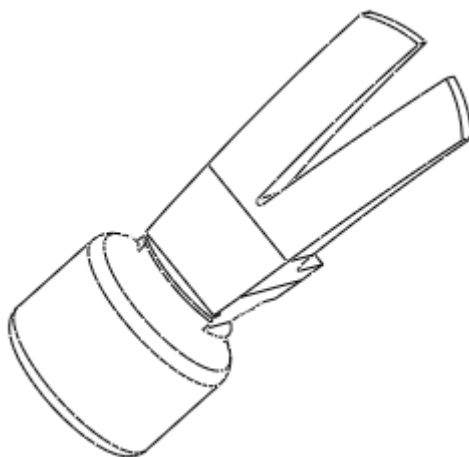

图 40-33
- (1) 单击菜单【编辑】 【特征操作】 【复制】 【镜像】|【选取】|【从属】|【完成】选项。
- (2) 在模型树中选择步骤 11 建立的拉伸切剪特征,单击【选取特征】菜单中的【完成】选项。
- (3) 选择 FRONT 基准面为镜像平面,完成所选特征的镜像复制,如图 40-33 所示。